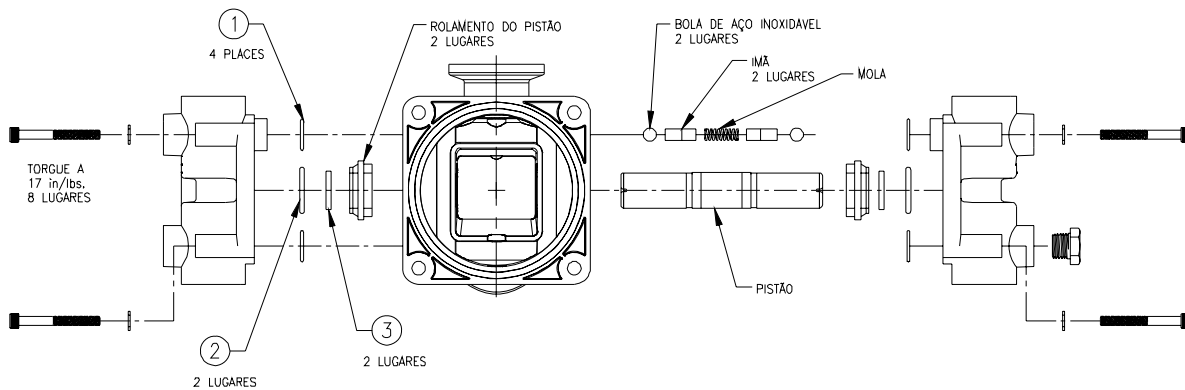

FIGURA 6
INSTALAÇÃO do SELO consulte a figura 6. Complete um lado antes de começar o outro.
- 7)a. Comece instalando o selo deslizador (item 3) no pistão.
- b. Use alguma graxa de finalidade geral para lubrificar o anel-0 ring(item 2). Coloque este anel-0 ring sobre o selo deslizador.
- c. Instale os anéis-0 ring(item 1) na cabeça da bomba. Se tenderem a cair para fora antes que a cabeça esteja instalada, use mais lubrificante no anel-0 ring.
- e. Instale esferas de aço inoxidáveis, conjunto de ímã e mola na ordem correta. Referência. Figura 6.